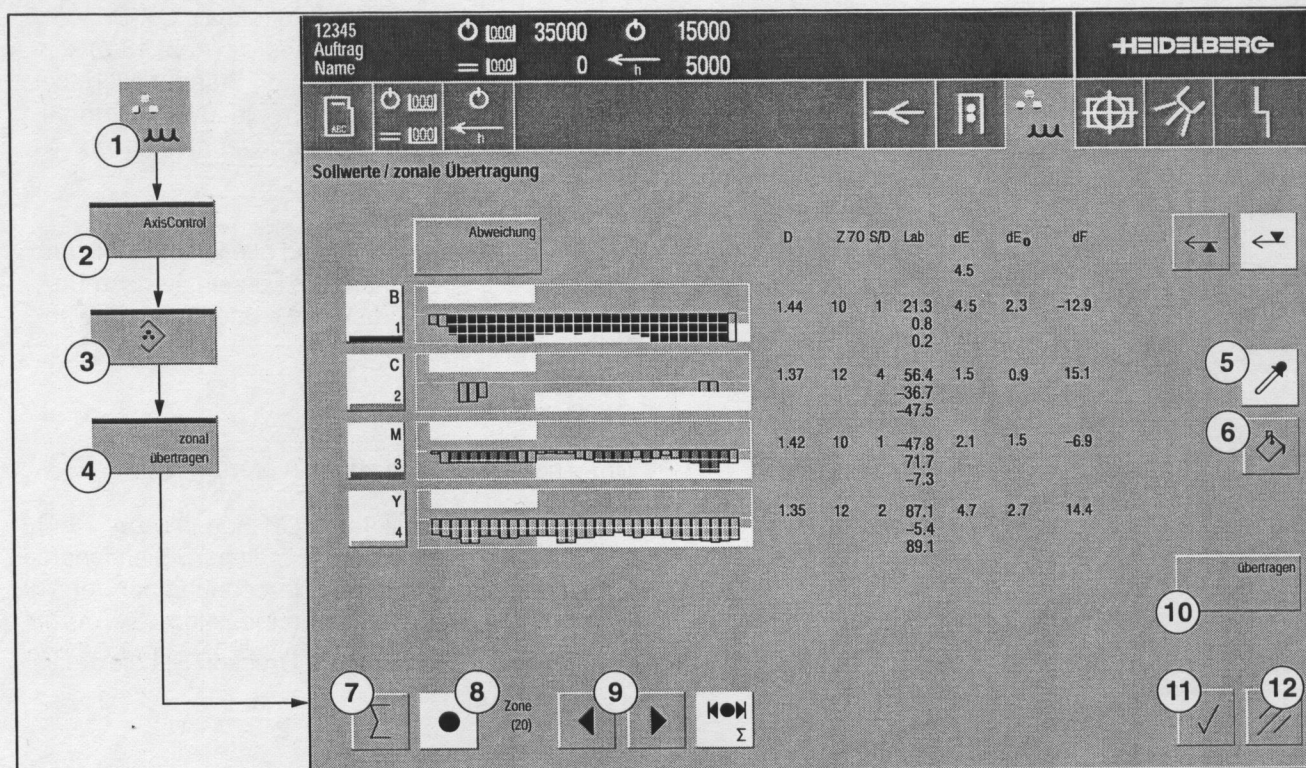

Abb. 19 Menü Sollwerte/zonale Übertragung
1. Drücken Sie die Taste *Quelle* (Abb. 19/5). Die Taste ist hell unterlegt.
2. Wählen Sie die entsprechenden Druckwerke, deren Istwerte als Quelle dienen entweder einzeln oder alle Druckwerke über die Summentaste (Abb. 19/7) aus.
3. Wählen Sie die entsprechenden Farbzonen, die als Quelle dienen aus, indem Sie mit der Pfeiltaste (Abb. 19/9) auf die erste Zone fahren, mit der Taste *Markieren* (Abb. 19/8) die Funktion "Markieren" einschalten und auf die letzte Quellzone fahren. Die Quellzonen werden in der oberen Hälfte jedes angewählten Druckwerks hell unterlegt dargestellt.
1. Drücken Sie die Taste *Ziel* (Abb. 19/6). Die Taste ist hell unterlegt.
2. Wählen Sie die entsprechenden Farbzonen, in die die Werte der Quellzonen übertragen werden sollen, mit der Markierungstaste (Abb. 19/8) und den Pfeiltasten (Abb. 19/9) aus. Die Zielzonen werden in der unteren Hälfte hell unterlegt dargestellt.
3. Drücken Sie die Taste *übertragen* (Abb. 19/10). Die Werte der Quellzonen werden in die entsprechenden Zielfarbzonen übertragen.
4. Eingabe sichern: Drücken Sie die Taste *OK* (Abb. 19/11). Die zonale Übertragung wird übernommen.
Eingabe löschen: Drücken Sie die Taste *Löschen* (Abb. 19/12). Die zonale Übertragung wird nicht übernommen.